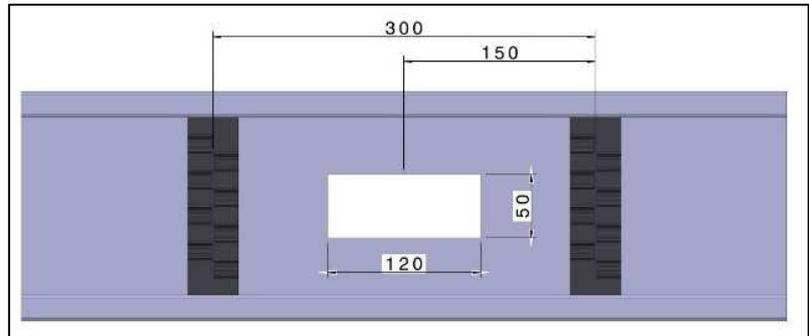

図 108: 取付形鋼の開口部とハンガー位置
- 取付形鋼の近接スイッチの開口部の位置を決定し、挿入します(図 108 参照)。